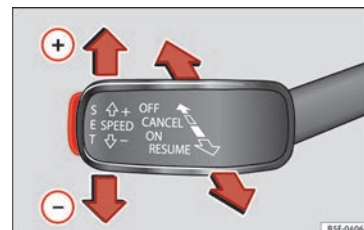

Fig. 49 Ver localização na pág. 9-10
- Ligar o GRA: coloque o terceiro manípulo **ON** »» **Fig. 49**. O sistema acende-se, mas não regula por não ter qualquer velocidade programada.
- Ativar o GRA: pressione o botão **SET** »» **Fig. 49**. Memoriza e regula velocidade atual.
- Desligar o GRA temporariamente: mova o manípulo até **CANCEL** »» **Fig. 49** e solte-o ou pi-
- Ligar novamente o GRA: mova o manípulo até **RESUME** »» **Fig. 49** e solte-o. A velocidade memorizada é guardada e regulada novamente.
- Desligar o GRA: mova a terceira alavanca até à posição »» **Fig. 49** a **OFF**. Desliga-se o sistema e a velocidade memorizada apaga-se.